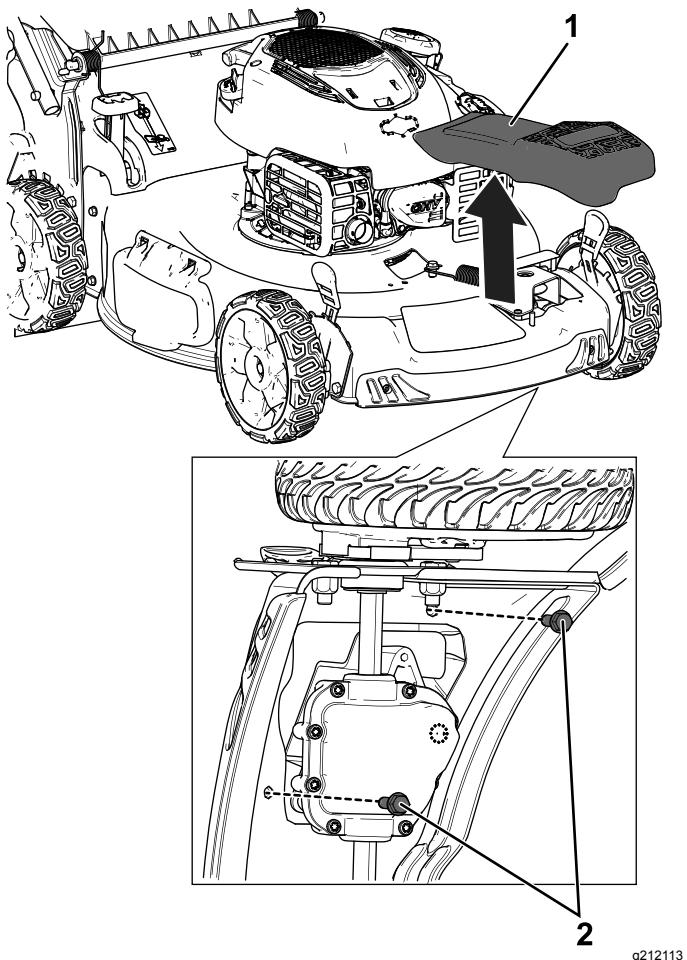

図 6
10. 前ベルトカバーを外して廃棄する。ボルトは保管する図 6。